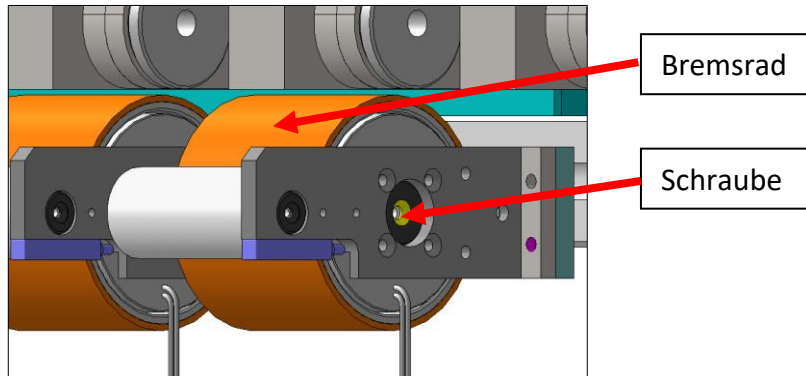

Abb. 9
- Schraube in der Mitte entfernen (siehe Abb. 9).